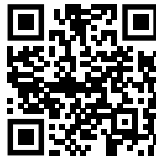

Fig. 143
- ▶ Отворете Liebherr SmartMonitoring Dashboard. (виж Fig. 143)